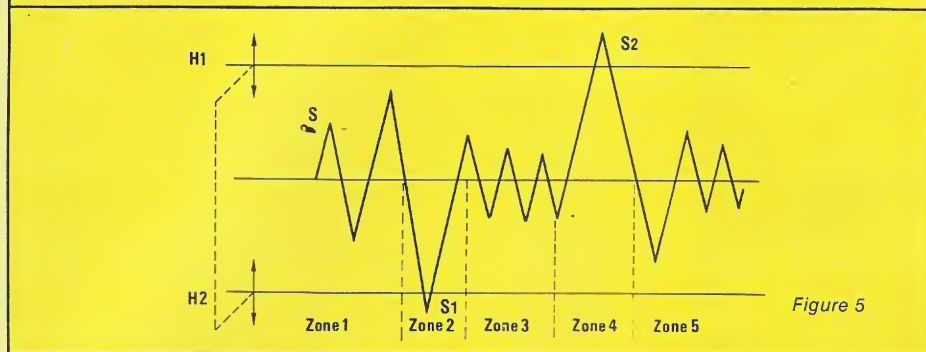

Figure 5
En l'absence de pièce métallique et sur un sol minéralisé, l'oscillation naturelle de la tête fait varier le signal au point (B) entre 2 valeurs ou seuil H1 et H2 figure 5 zones 1, 3 et 5 qui dépendent de la minéralisation du sol, de l'oscillation de la tête par rapport au sol et de la valeur du gain de l'amplificateur. Toute présence métallique entraînera un dépassement des seuils (zones 2 et 4).
Une directivité pas très importante de la tête augmente les performances du système. Pour compenser l'effet de sol, il suffit de posséder une « fenêtre » réglable de façon symétrique par rapport à une tension de valeur fixe, milieu de « fenêtre » ; cette tension doit être indépendante de l'état de minéralisation du sol. Tant que le signal (S), figure 5, se trouve situé entre les 2 seuils H1 et H2, (zones 1, 3 et 5), l'appareil reste silencieux. Dès que le signal (S) position (S2) figure 5, zone 4, sort de la « fenêtre » par une valeur supérieure au seuil supérieur, il faut se considérer en présence d'une masse métallique non magnétique, et un signal spécifique est déclenché. Dès que le signal (S) position (S1) figure 5, zone 2 sort de la « fenêtre » par une valeur inférieure au seuil infé-